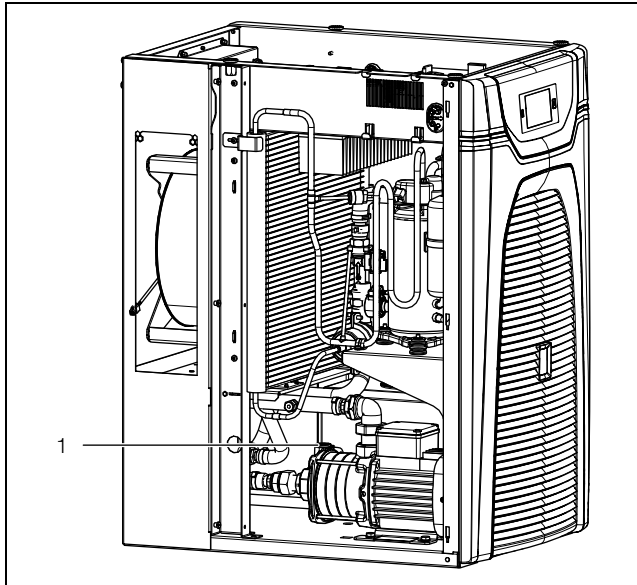

Fig. 42 : purger la pompe à eau
■ Purger la pompe du liquide de refroidissement (à l'arrêt) en desserrant légèrement la vis de purge (fig. 42, pos. 1).